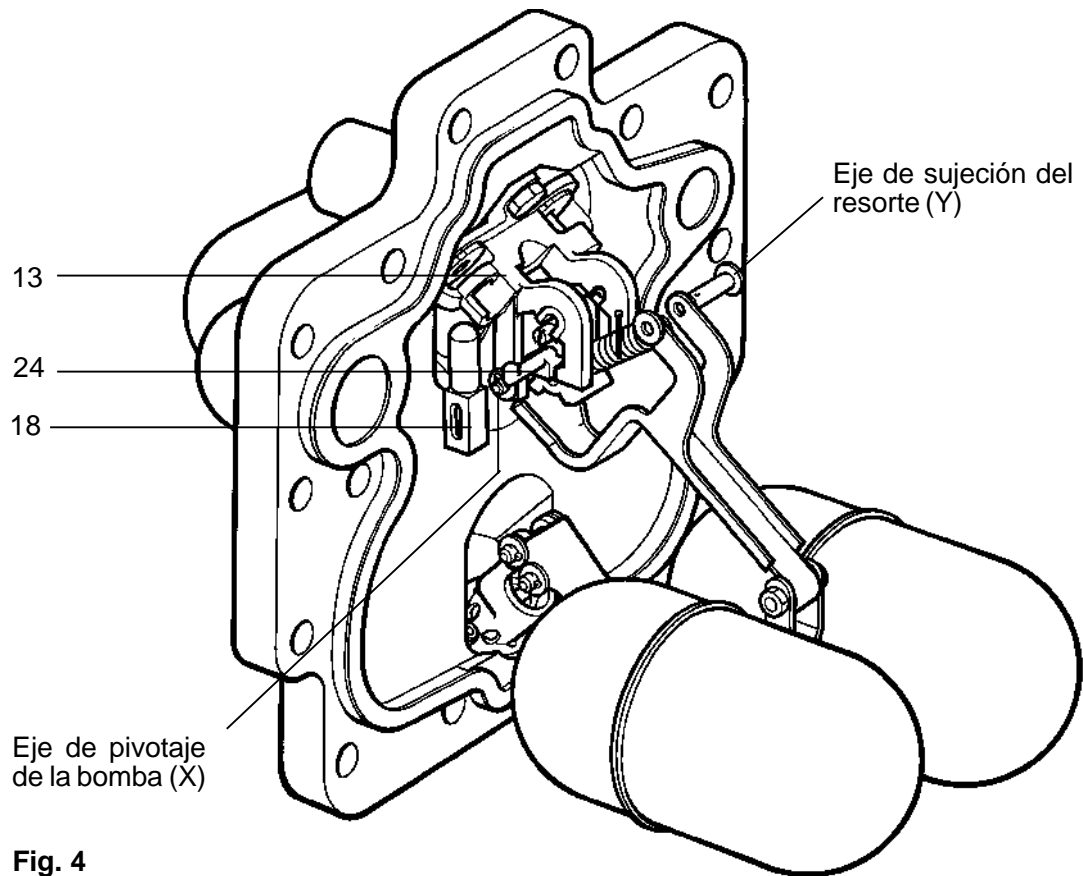

Fig. 4
4. Desmonte el pasador, arandela y ejes (X e Y) de los puntos de pivotaje del resorte superior y de la bomba (Fig. 4).
6. Saque el brazo actuador hacia abajo hasta que el conjunto brazo actuador y resorte con la válvula de salida queden libres. Puede ser necesario deslizar la válvula de salida (item 18) hacia atrás contra su resorte interno para liberarla de la guía del soporte de bomba (item 13).
8. Con cuidado gire la válvula de salida alejándola de la espiga del brazo actuador (item 24, Fig. 4), prestando atención al pequeño resorte de la válvula de salida para no dañarlo o perderlo.